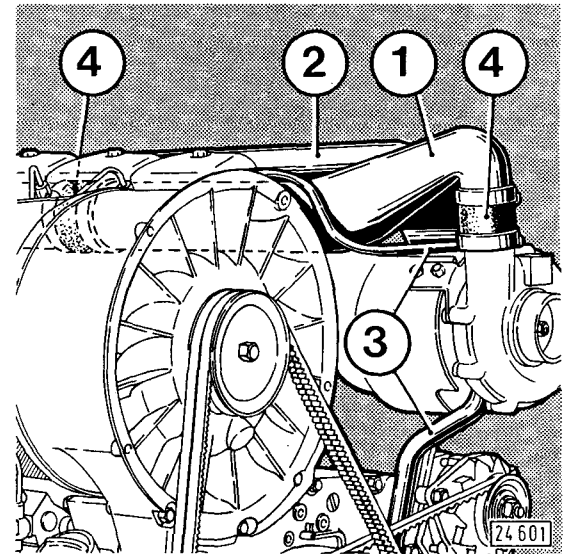

Fig. 62
- Luftansaugrohr 1 bzw. Ladeluftleitung (Fig. 62),
- Abgasleitung 2 (Fig. 62) und Schmierölleitung 3 zum und vom Abgasturbolader auf festen Sitz und Dichtheit prüfen.